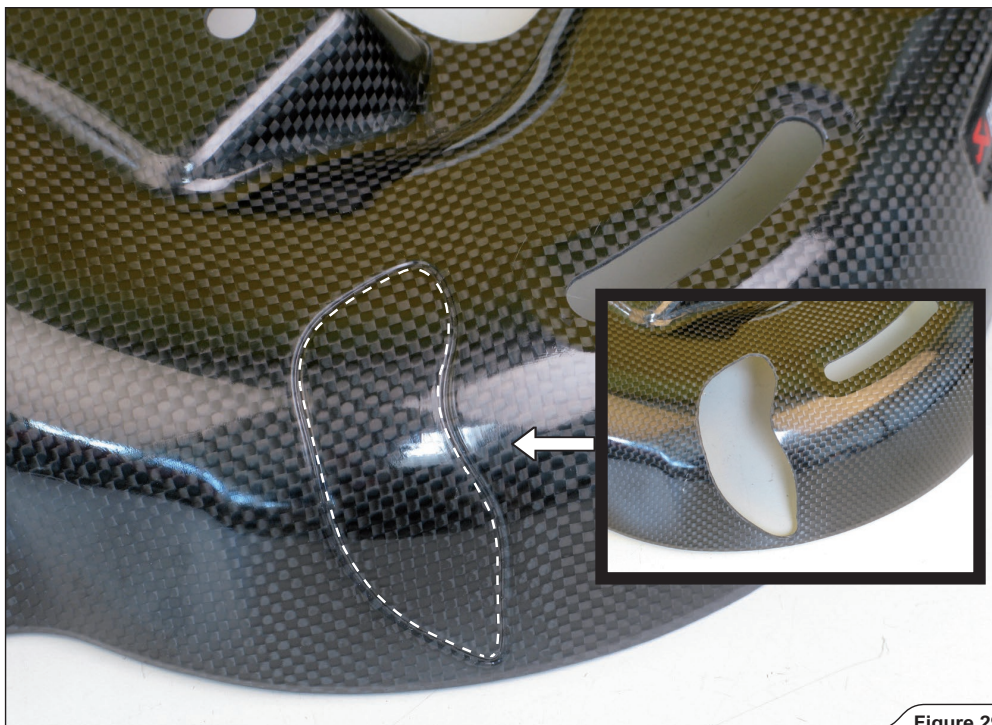

Figure 29
4. パッセンジャーフットペグを使用するタイプのみ:カーボンファイバー製ヒートガードの成形部分を、注意して図のように切り取り、研磨します(図 29)。